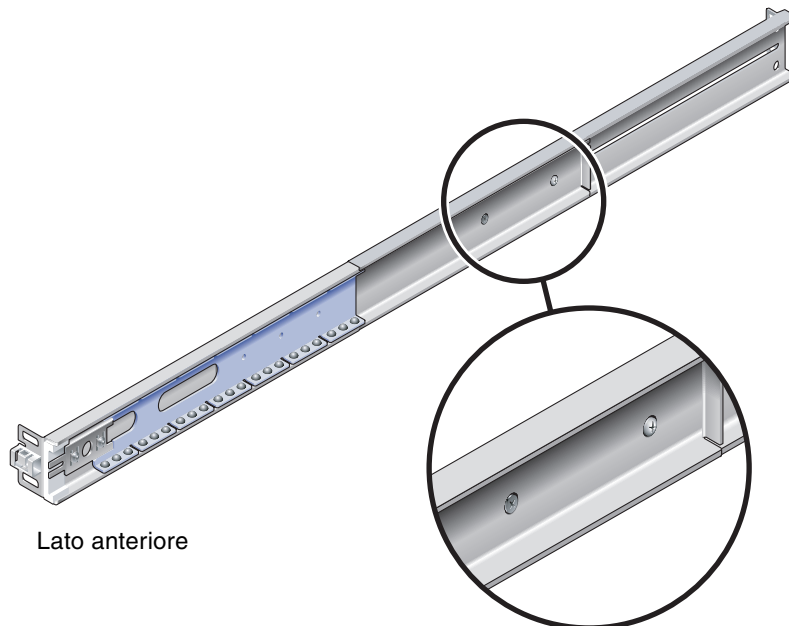

FIGURA 2-4 Viti prigioniere sulla guida
3. **Allentare le due viti prigioniere (FIGURA 2-4) di circa un quarto di giro su ciascuna guida.**
- b. Regolare la guida facendo scorrere la sezione posteriore fino a raggiungere il lato esterno del montante posteriore del rack, quindi serrare le viti prigioniere (FIGURA 2-4) per bloccare la lunghezza della guida.